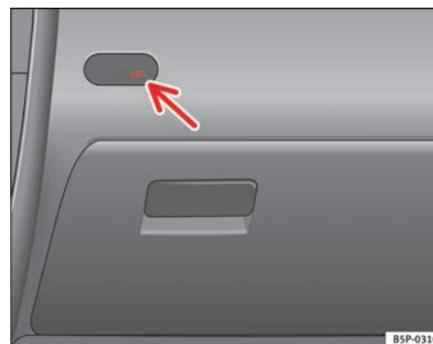

Fig. 27 Luz avisadora da desactivação do airbag do acompanhante
- Verificar se, com a ignição ligada, a luz avisadora «OFF» no painel de instrumentos ⇒ fig. 27 permanece acesa ⇒ ⚠.
- Verificar se, com a ignição ligada, a luz avisadora ⇒ **página 45, fig. 27** não permanece acesa no painel de instrumentos ⇒ .